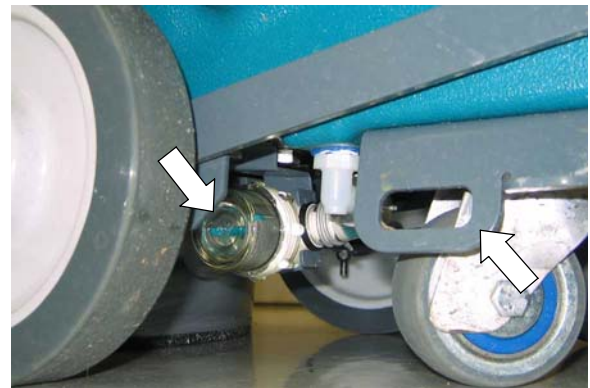

図 51
5. 本機を固定ロープで固定してください。本機には2ヶ所に固定ロープ用のブラケットが付いています(図 51)。
2. 本機の下にある洗浄液タンクフィルターを空にしてください(図 51)。